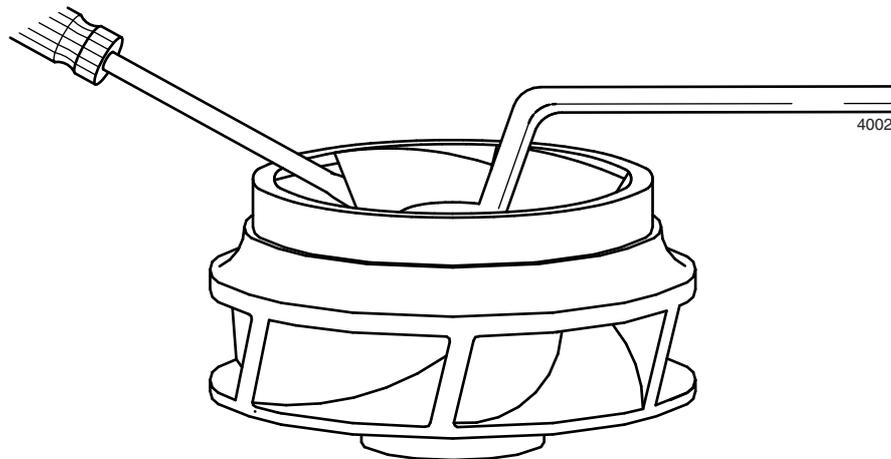

Abbildung 9: Lösen Sie die Laufradmutter.
- 2 Blockieren Sie das Laufrad (0120) gegen Rotieren, siehe Abbildung 9.